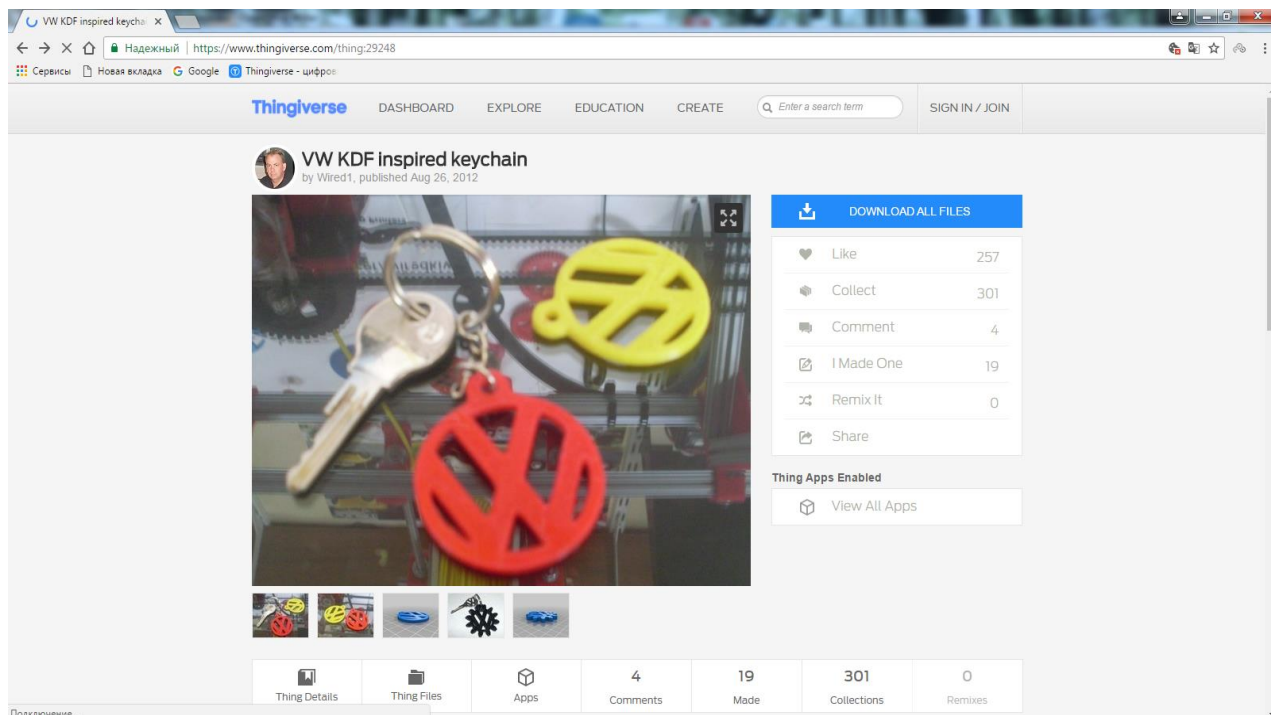

Рисунок 1. Загрузка модели
1. Для начала работы выберите модель, которую Вы хотите напечатать. В любом 3D- редакторе нарисуйте файл и сохраните в формате «stl». В качестве примера выберем готовую модель- (брелок для ключей) загруженную с сайта <https://www.thingiverse.com/thing:29248>, рисунок 1